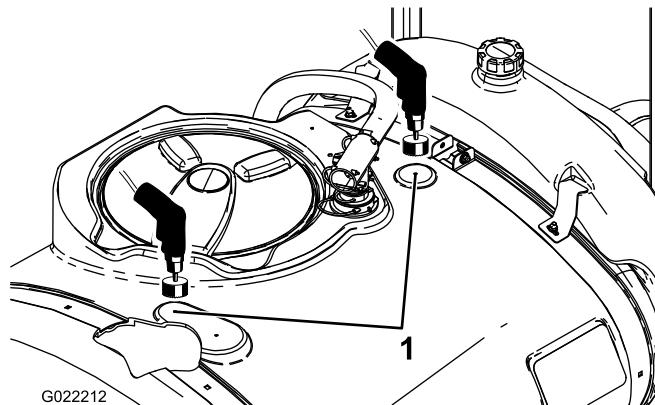

Bild 4
2. Ermitteln Sie die zwei Bohrmarkierungen am Hauptbehälter (Bild 4).